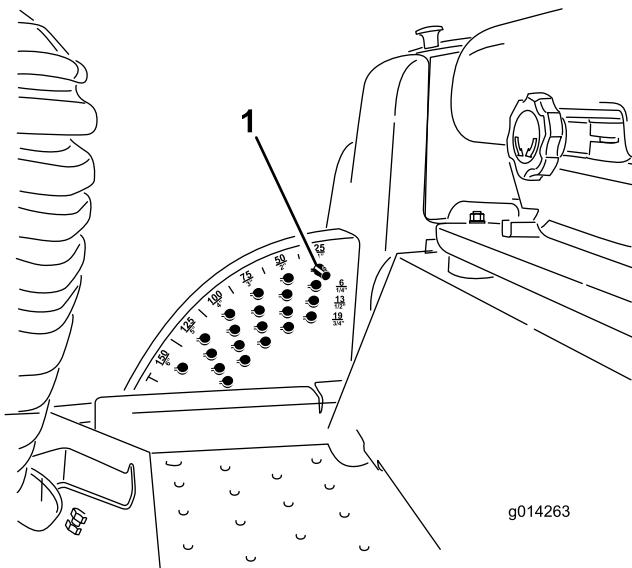

Figure 6
1. Lorsque le moteur tourne, repoussez la commande de relevage plateau de coupe en arrière jusqu'à ce que le plateau soit complètement relevé et **relâchez immédiatement la commande** (Figure 6).
2. Pour régler la hauteur de coupe, tournez la goupille de butée jusqu'à ce que la saillie s'aligne sur les fentes dans les trous du support de hauteur de coupe et déposez-la (Figure 6).
3. Placez la goupille dans le trou du support correspondant à la hauteur de coupe voulue et tournez-la pour la verrouiller en place (Figure 6).
- Remarque:** Il y a quatre rangées de trous (Figure 6). La première rangée donne la hauteur de coupe indiquée au-dessus de la goupille. La deuxième rangée donne la hauteur indiquée plus 6 mm. La troisième rangée donne la hauteur indiquée plus 13 mm. La dernière rangée donne la hauteur indiquée plus 19 mm. Un seul trou, situé dans la deuxième rangée, correspond à la hauteur 15,2 cm. Il n'ajoute pas 6 mm à la hauteur de 15,2 cm.